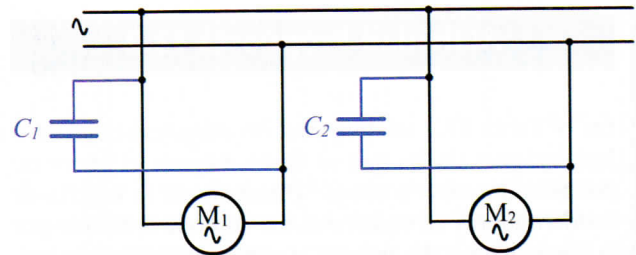

Figura 13.32. Compensación individual de potencia reactiva.
- Compensación individual:** Se conecta un condensador en paralelo con cada carga inductiva a compensar (Figura 13.32).